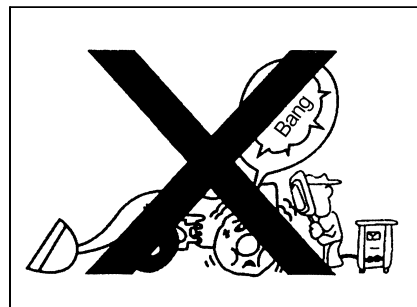

Рис. 2–15
- При работе по электросварке около шины, должно обратить особое внимание ввиду возможности взрыва шины. (Рис.2–15)